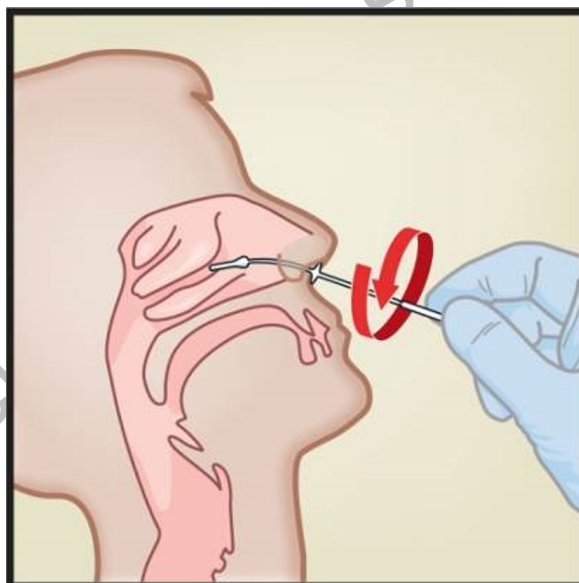

Figure 4. Prélèvement de l'échantillon sur écouvillon nasal à mi-cornet
- Insérez l'écouvillon nasal à mi-cornet dans l'une ou l'autre des narines, en le faisant passer dans la zone du mi-cornet (voir la Figure 4).